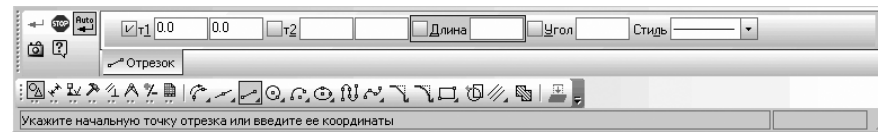

Рис. 8.60. Панель свойств: Вспомогательная прямая,
**Панель свойств: Вспомогательная прямая, Компактная панель** с нажатой кнопкой  – **Вспомогательная прямая** и строка сообщений показаны на рис. 8.60.